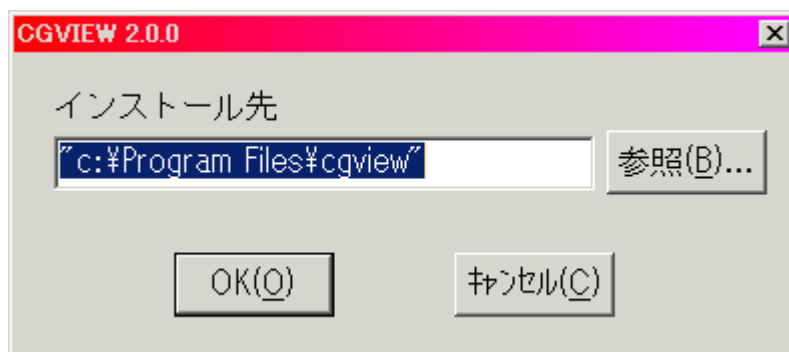

図 4.1 解凍画面
- 2) 図4.1のような自己解凍ソフトが起動するので解凍先を指定し実行します。デフォルトでは `c:\program files\cgview` に解凍されます。